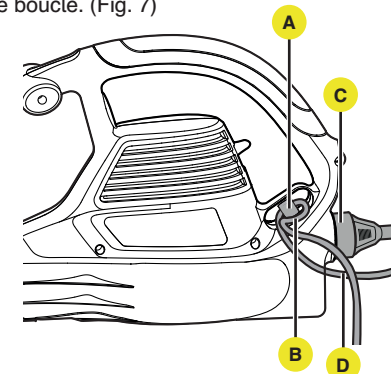

Fig. 7
- Faites passer la rallonge dans le dispositif de retenue du cordon à l'arrière du boîtier de la souffleur en formant une boucle. (Fig. 7)